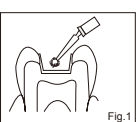

Fig. 1
- Til bonding af GRADIA DIRECT X till emaljé og / eller dentin, anvendt et ljusthårdend bondingssystem såsom G-Premio BOND, G-aenial Bond, G-BOND eller GC Fuji BOND LC (Fig. 1). Følg producentens instruktationer.